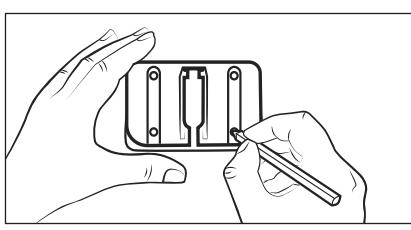

Rys. 4
- Włóż wtyk rurkowy 11 zasilacza sieciowego 10 w uchwyt ścienny 18 (patrz rys. 4). Zamocuj wtyk rurkowy 11, obracając go.